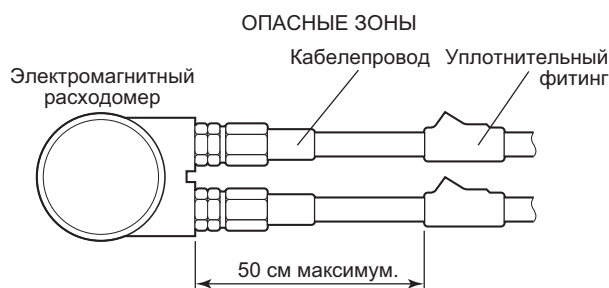

Рисунок 8.3.1 Прокладка электропроводки в кабелепроводе
- В опасных местах электропроводка должна прокладываться в кабелепроводах, как показано на рис. 8.3.1.